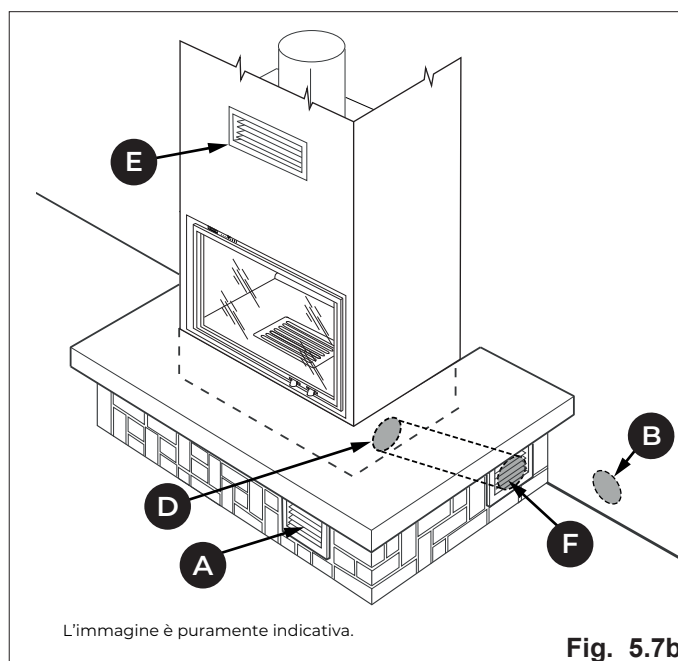

Fig. 5.7b
- **(Fig. 5.7b):** presa d'aria sul rivestimento (F) canalizzata fino al focolare. Griglia inferiore in dotazione sul rivestimento (A) e foro a muro (B) per il ricircolo dell'aria ambiente.